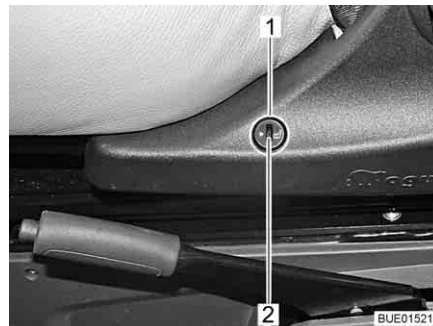

Fig. 24 Interruptor do aquecimento dos bancos
- Pressione a metade inferior do interruptor (Fig. 24,1) no lado esquerdo da consola do banco.
- Para regular para menos quente, gire a roda de regulação (Fig. 24,2) no sentido do "0".
- Para regular para mais quente, gire a roda de regulação (Fig. 24,2) no sentido do "5".
- Pressione a metade superior do interruptor (Fig. 24,1) no lado esquerdo da consola do banco.